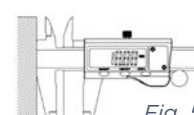

Fig. 5
- D. Mesurage de gradins (Fig. 5).